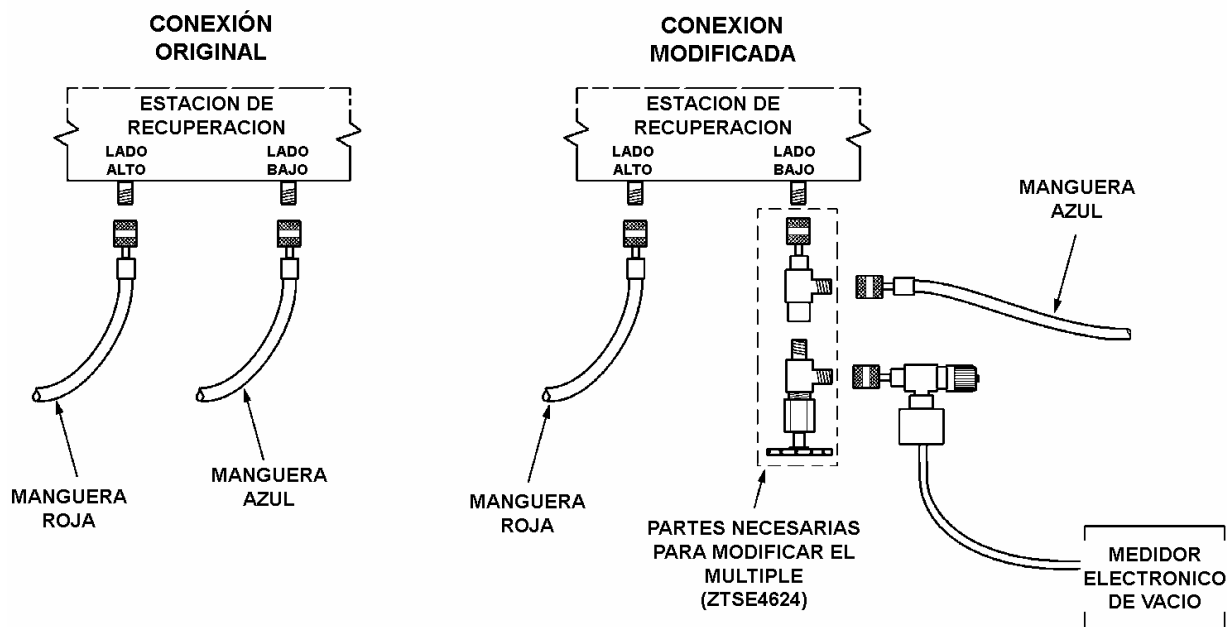

Figura 44 Conexión del Medidor Electrónico de Vacío
3. Conecte el medidor electrónico de vacío a la estación de recuperación, en el múltiple de vacío, usando una válvula y uniones tipo 'T' (refiérase a la Figura 44).